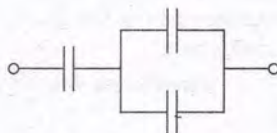

Рис. 1
6. Визначте ємність батарей конденсаторів, показаних на рис. 1 і 2. Ємність кожного конденсатора однакова й дорівнює C .